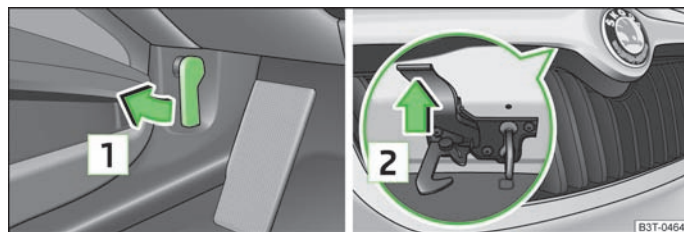

Fig. 159 Maneta de deblocare a capotei motorului / masca radiatorului: Maneta de deblocare
- Trageți maneta de deblocare aflată sub planșa de bord **1** » fig. 159.
- Presați maneta de deblocare în sensul indicat de săgeata **2** » fig. 159, capota motorului se deblochează.